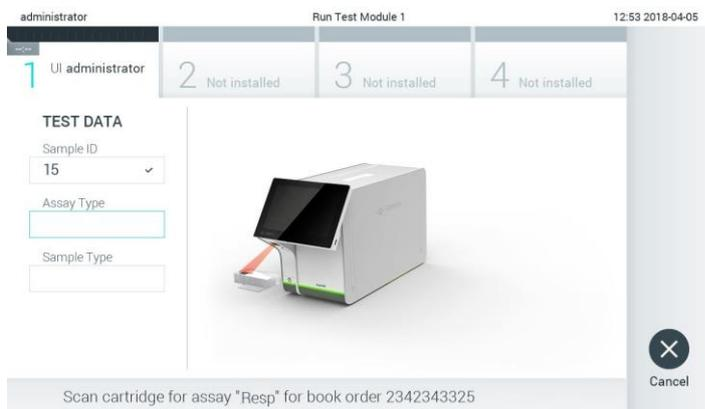

Abbildung 71: Scannen des Barcodes der QIAstat-Dx Assay-Kartusche
4. Wenn die Testanforderung erfolgreich vom Host empfangen wurde, wird der Text „Scan cartridge for assay <assay_name> and book order <order_number> (Kartusche für Assay <Assay_Name> und Anforderungsnummer <Bestellnummer> scannen)“ angezeigt. Scannen Sie den Barcode der angegebenen QIAstat-Dx Assay-Kartusche (Abbildung 71).